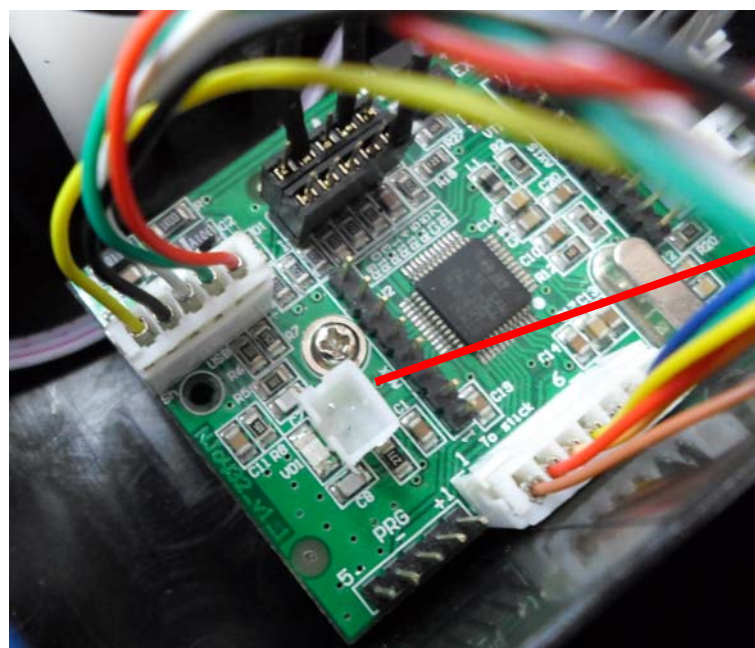

Рис. 1.3.
3. Установите и распаяйте на плате контроллера разъем питания с шагом 2 мм В2В-PH-K-S (LF)(SN) (рис. 1.3).